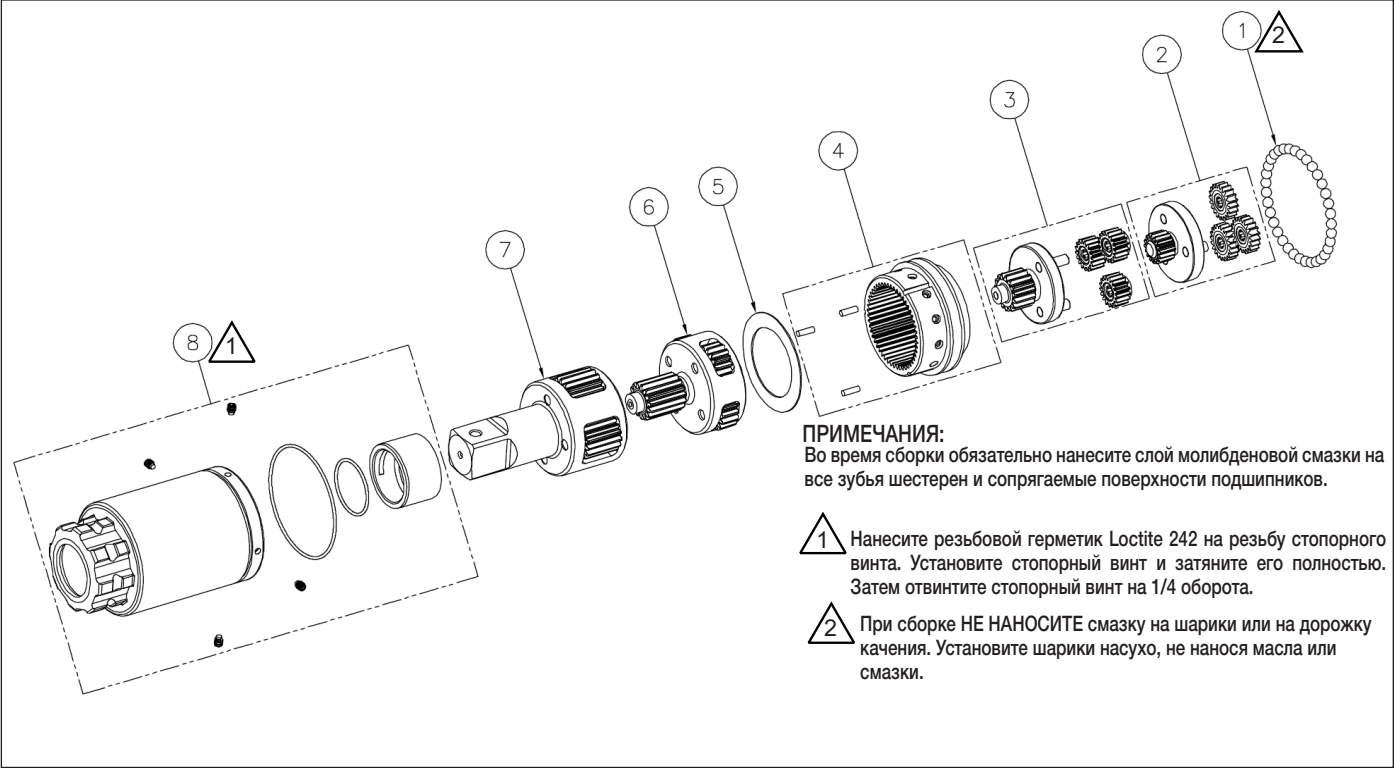

Рисунок 10: Узел редуктора TW1000SR
9.5.1 Таблица деталей (рисунок 10)